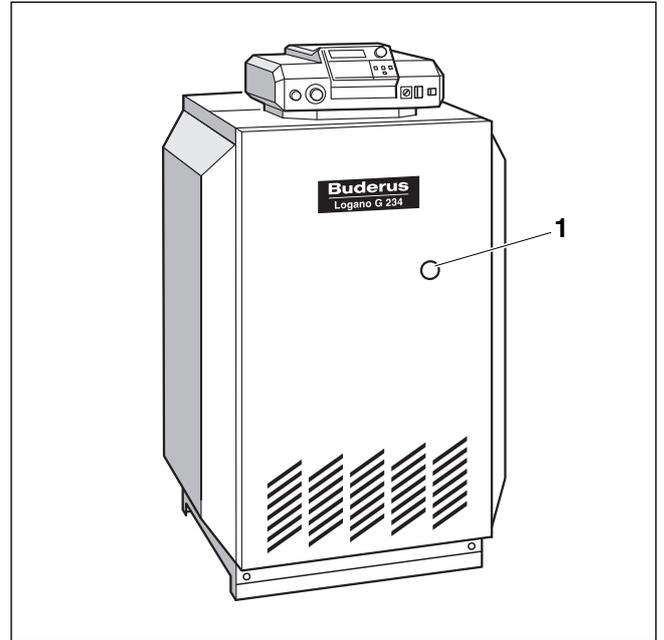

Рис. 26 Кнопка подавления помех/сигнальная лампочка
- ▶ Если горит сигнальная лампочка на кнопке подавления помех (→ рис. 26, [1]), то нужно нажать кнопку.